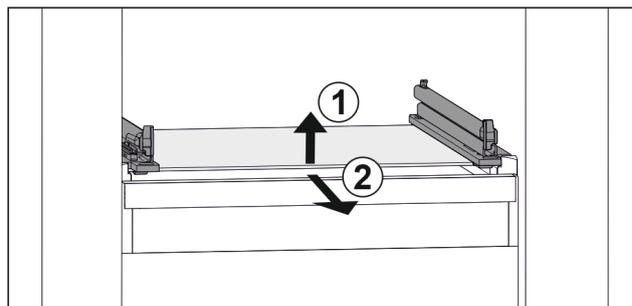

Fig. 166 Primjerni prikaz staklene ploče
- Staklenu ploču podignite srijeda. Fig. 166 (1)
- Izvadite staklenu ploču prema naprijed. Fig. 166 (2)